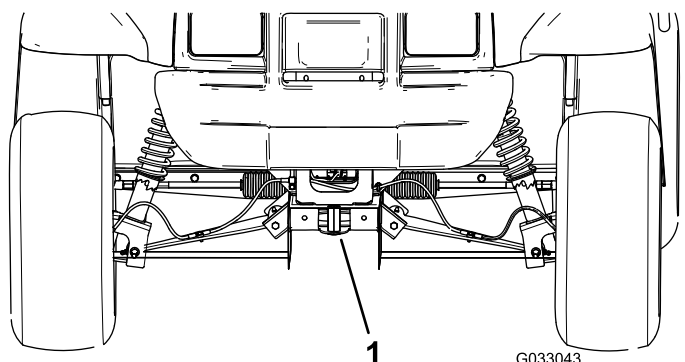
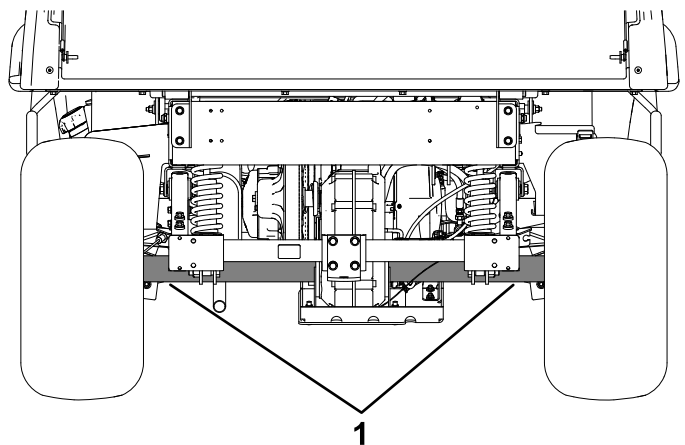

Figure 16
Figure 17
L'emplacement des points d'arrimage sur la machine est indiqué à la Figure 16 et la Figure 17.
2. Attachez un câble de remorquage à la flèche d'attelage à l'avant du cadre de la machine (Figure 16).